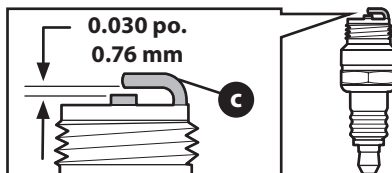

Figure 14
3. Mesurez l'écartement avec une jauge d'épaisseur. Pliez un peu le côté de l'électrode (v) pour ajuster l'écartement. (Figure 14). L'écartement doit être de 0,76 mm (0,030 po).